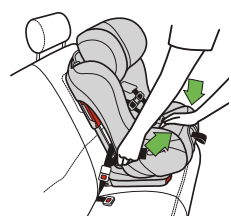

Figure 63
- Appuyez au centre du siège d'auto pour faire baisser le coussin du véhicule et tirez sur les extrémités de la ceinture sous-abdominale ou de la partie baudrier de la ceinture baudrier/sous-abdominale pour serrer, tel qu'indiqué dans les **Figures 63** (ceinture sous-abdominale uniquement) et **64** (ceinture baudrier/sous-abdominale).